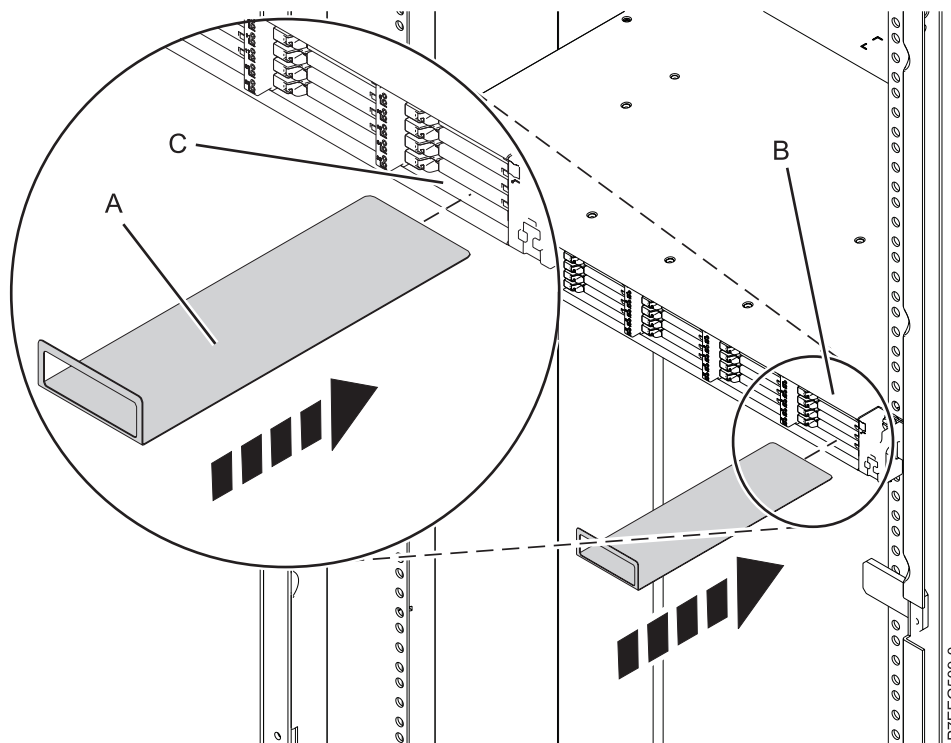

Figure 16. Insertion de la carte de service
- f. Sur le panneau avant du boîtier, maintenez la carte de service (A) à distance du boîtier, face vers le haut, comme illustré à la figure 16. Alignez l'autre extrémité de la carte sur le bas de la dernière rangée d'unités SSD, sur la droite du boîtier (B). Faites doucement glisser la carte dans l'espace situé entre l'emplacement SSD inférieur et la paroi métallique du châssis (C).